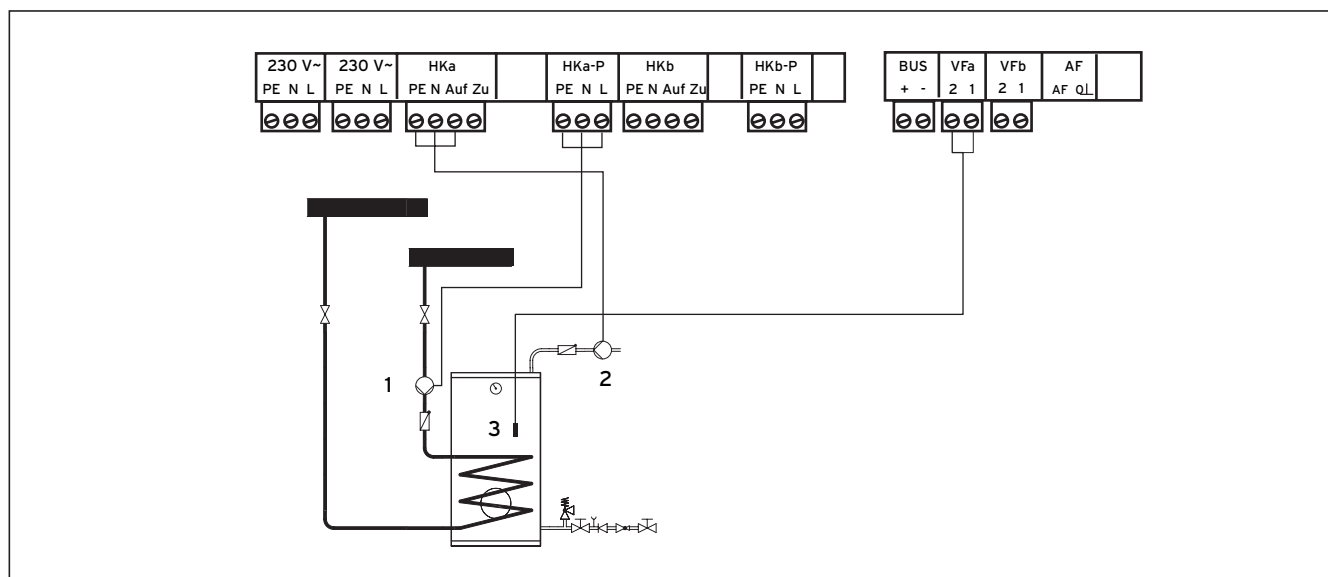

Abb. 5.2 Anschluss eines Heizkreises als Speicherladekreis
- Nehmen Sie die Anschlussverdrahtung des Mischermoduls VR 60 gemäß Abb. 5.2 vor.